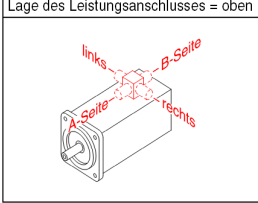

Bild 1
**Elektrischer Anschluss siehe Bild 1** ③